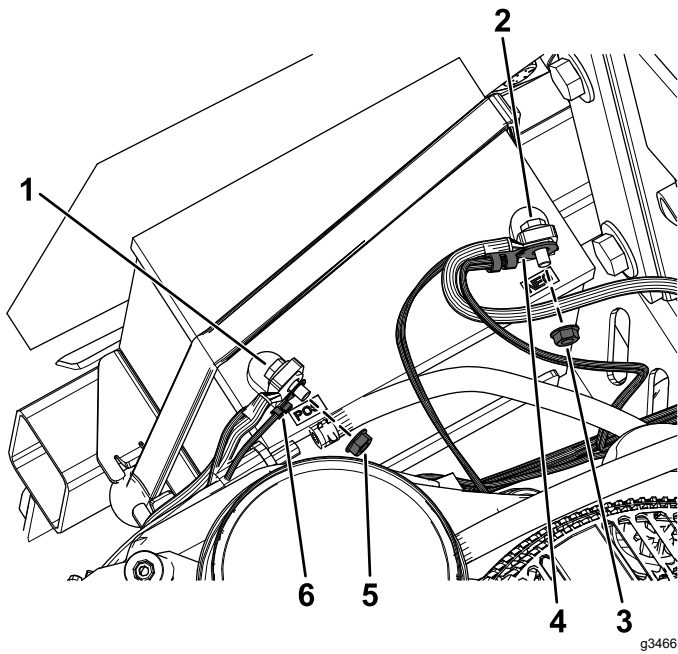

図 18
5. プラス端子のナットを外し、キットのワイヤハーネスのプラス端子用リングをボルトに取り付ける 図 18。
6. 先ほど外したナットを取り付けてプラス端子のリングを固定する 図 18。
8. マイナス端子のナットを外し、キットのワイヤハーネスのマイナス端子用リングをボルトに取り付ける 図 18。
9. 先ほど外したナットを取り付けてマイナス端子のリングを固定する 図 18。